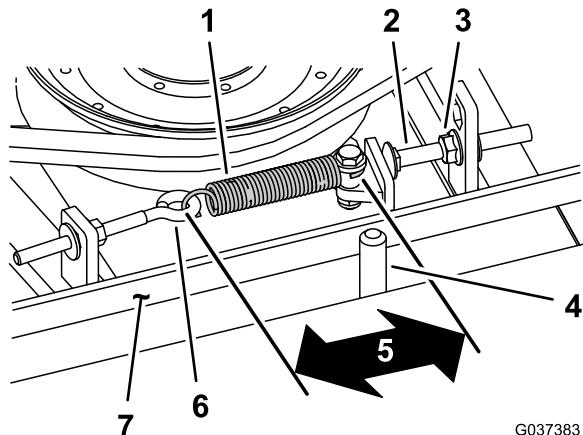

Figure 113
Lorsque le ressort d'extension est correctement tendu, l'intérieur doit mesurer (d'un crochet à l'autre) entre 8,3 et 9,5 cm (3 1/4 à 3 3/4 po). Lorsque le ressort est correctement tendu, ajustez le boulon d'arrêt (boulon de carrosserie) jusqu'à obtention d'un jeu d'environ 2 à 5 mm (0,065 à 0,185 po) entre la tête du boulon et le bras de la poulie de tension (Figure 113).
Remarque: La courroie doit être placée du côté ressort du guide (Figure 113).
2. Desserrez le boulon à œil pour pouvoir enlever le ressort d'extension (Figure 113).
3. Desserrez l'écrou à embase qui fixe le boulon d'arrêt à la patte de montage, et écartez la poulie de tension de la courroie pour détendre cette dernière (Figure 113).
9. Raccrochez le ressort d'extension (Figure 113) au boulon à œil et tendez la courroie comme suit :